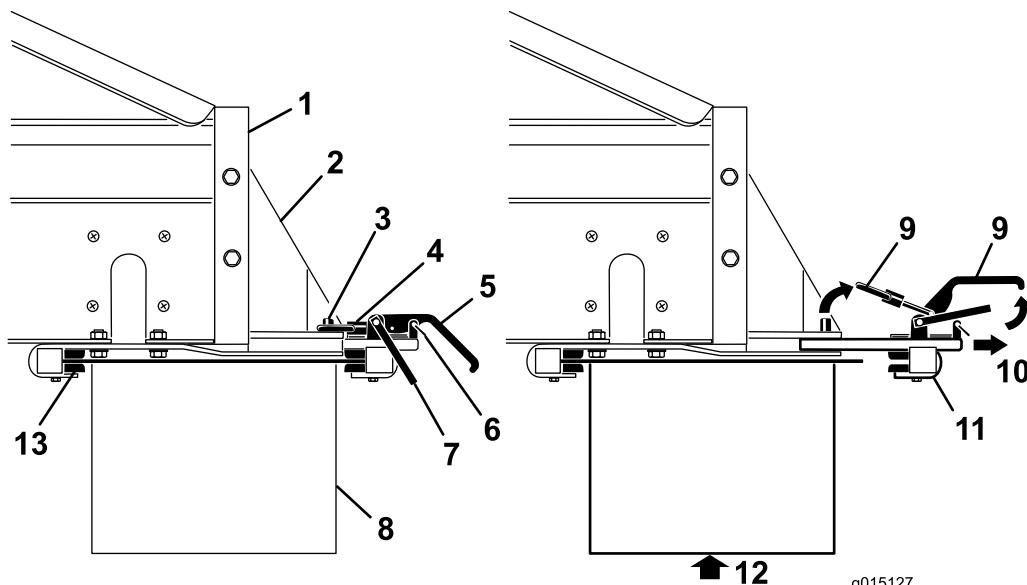

Figure 3
3. Retirez les clips des verrous de sécurité sur les poignées des brides de fixation (Figure 3).
4. Levez le verrou de sécurité, puis levez les poignées des brides de fixation de l'accessoire et dégagerez les bagues de blocage des goupilles de blocage (Figure 3).
5. Sortez la bride de fixation rapide arrière de l'accessoire des fentes de montage (Figure 3).
6. En vous faisant aider par une autre personne, insérez le bord avant du transporteur transversal/pivot vers le haut et sous l'arrière du MH-400 dans les fixations avant sur les supports (Figure 3).
7. Tout en soutenant le transporteur transversal/pivot, glissez la fixation arrière dans les fentes des supports et par-dessus le bord arrière (Figure 3).
9. Reposez les clips des verrous de sécurité sur les poignées des fixations (Figure 3).